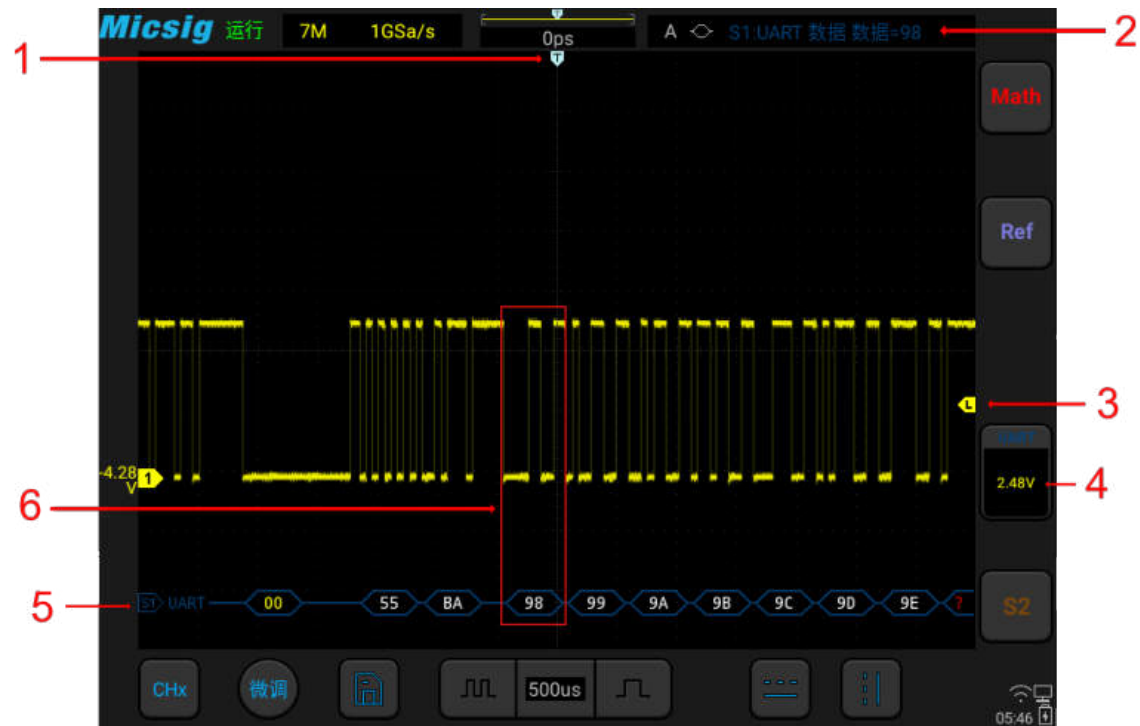

图12-8 UART 图形界面
- (1) 轻点 S1 打开解码通道, 向左轻扫 S1 打开总线配置菜单;
- (2) 选择总线类型为“UART”, 依次点选“Ch1”, “空闲高”, “校验无”, “8bit”, “19.2kb/s”, 显示“十六进制”, 然后关闭菜单;
- (3) 打开触发方式设置菜单, 点选“数据”, 条件设为“=”, 数据内容手动输入 98, 按“enter”确定;
- (4) 根据信号的幅值电平调节阈值电平使信号稳定触发。UART 触发图形界面见图 12-8: